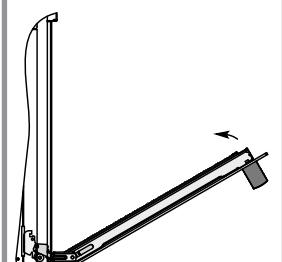

рис. 13
3. Прикрыть дверцу до упора, не прикладывая усилия, пока фиксатор не зафиксирует шарнир, см. рис. 13;